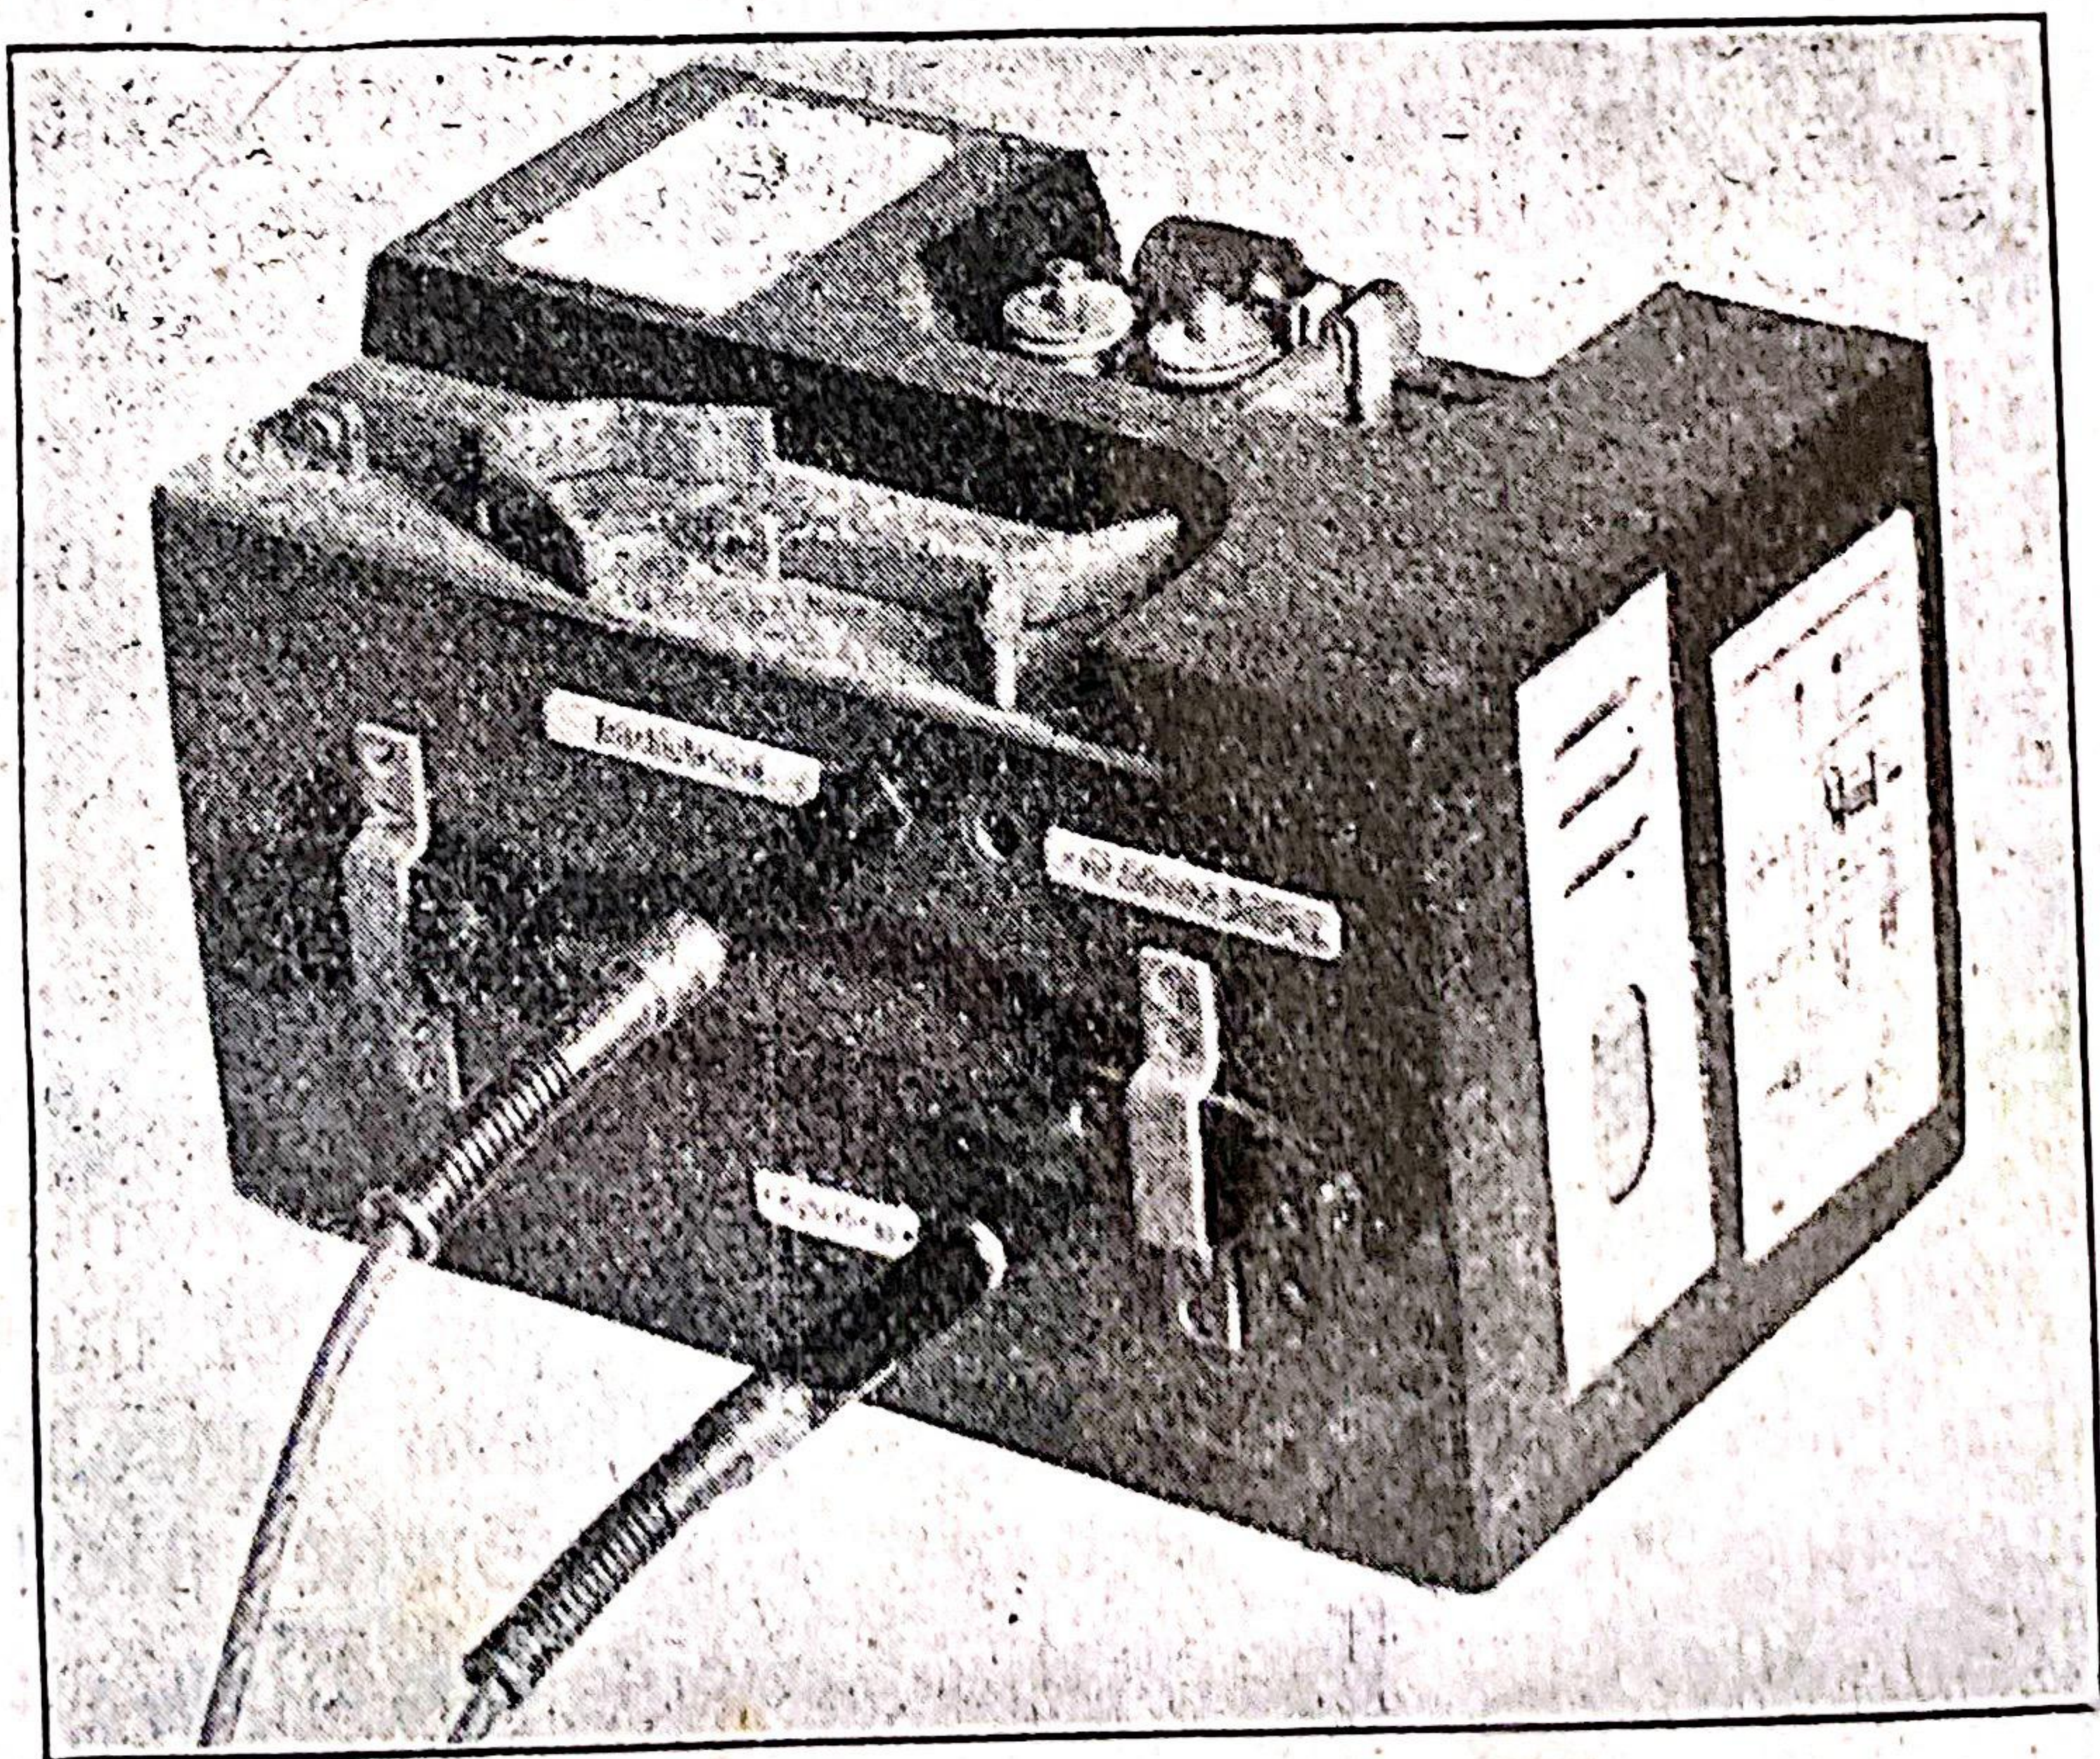

Bild 1.
1. Der Zusatzkasten zum Armeefernsprecher (Bild 1) enthält in einem Holzkasten einen Wechselstromwecker, einen Induktor, eine Vermittlungseinrichtung, zwei umlegbare Gabeln, ein Buchsenpaar für den Leitungsstöpsel, eine Induktorkurbel und die Leitungsflemmen.